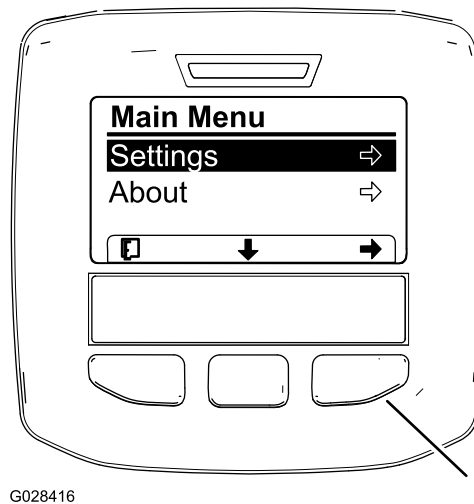

Figure 52
3. Appuyez sur le bouton de sélection central pour accéder au menu principal (Figure 52).
- Appuyez sur le bouton de sélection gauche pour sauvegarder votre ou vos choix, quitter le menu Réglages et retourner au menu principal (Figure 52).
9. Appuyez sur le bouton de sélection gauche pour quitter le menu Réglages et retourner au menu principal (Figure 52 et Figure 54).